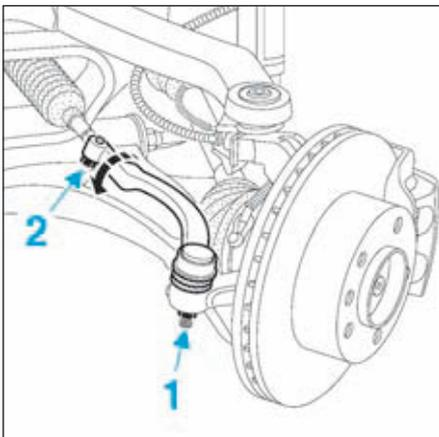

FIG.1
- Déposer l'écrou (1) de la rotule de direction (Fig.1).